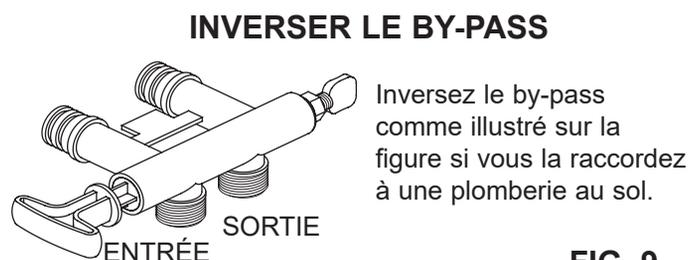

FIG. 9
- Assurez-vous que la turbine tourne sans entrave côté « sortie » de l'adoucisseur d'eau (voir la figure 9).